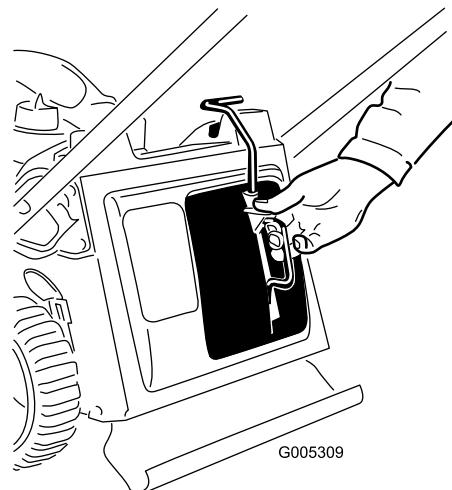

Figure 34
- Insérez l'obturateur de mulching (Figure 34).